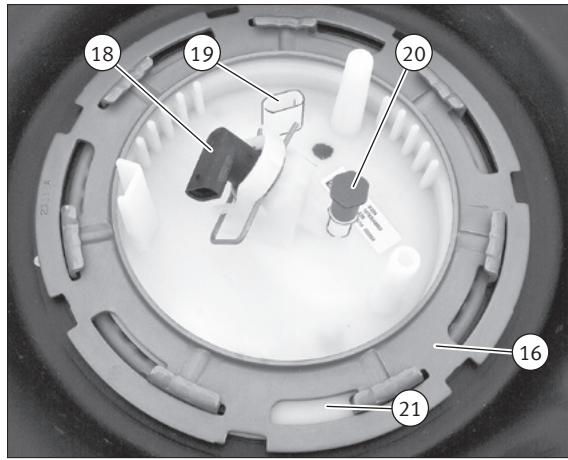

Abb. 6/Fig. 6/Puc. 6/图6
- 将新油箱传感器单元和密封环(17)一起装入油箱内。同时将燃油管路和燃油供给模块一起穿过狭窄的通道置于油箱另一侧(图 6)。